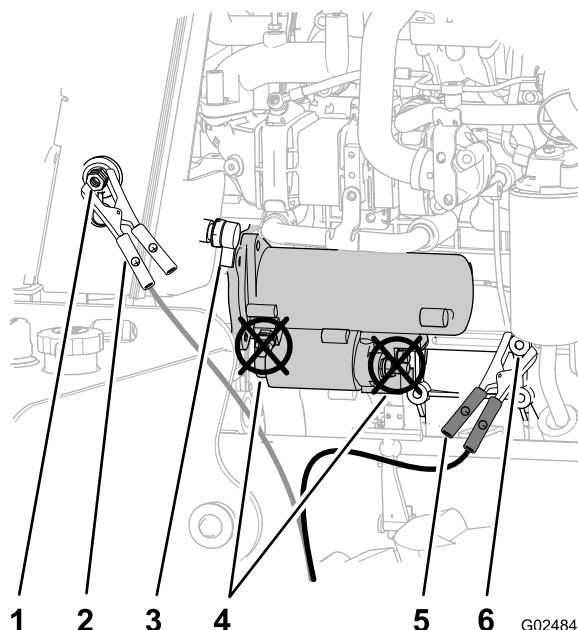

Figura 83
4. Retire la tapa del borne auxiliar (Figura 83).
5. Conecte el cable positivo (+) al borne auxiliar (Figura 83).
6. Conecte el cable negativo (-) a tierra, por ejemplo, a la tuerca del punto de pivote del alternador (Figura 83).